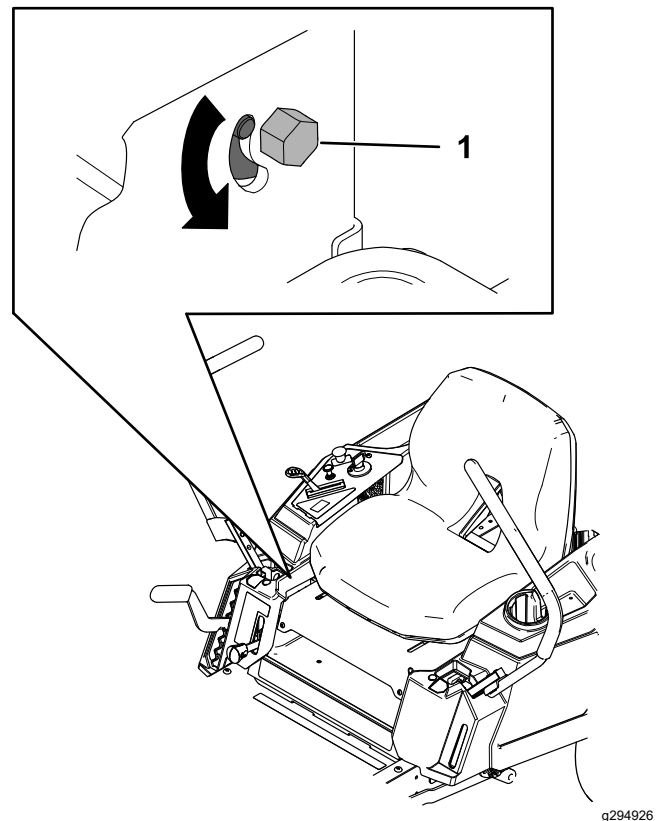

Bild 55
3. Suchen Sie die Einstellschraube für den Spurlauf in der Nähe des Fahrtriebshebels auf der Seite, die eingestellt werden muss (Bild 55).